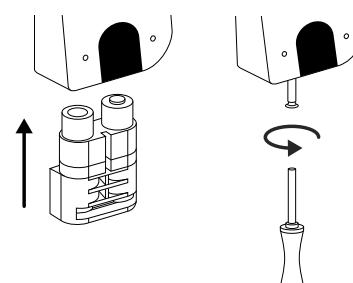

Fig. 5
⑤ Replacez le compartiment des piles dans le boîtier et vissez-le fermement (Fig. 5).